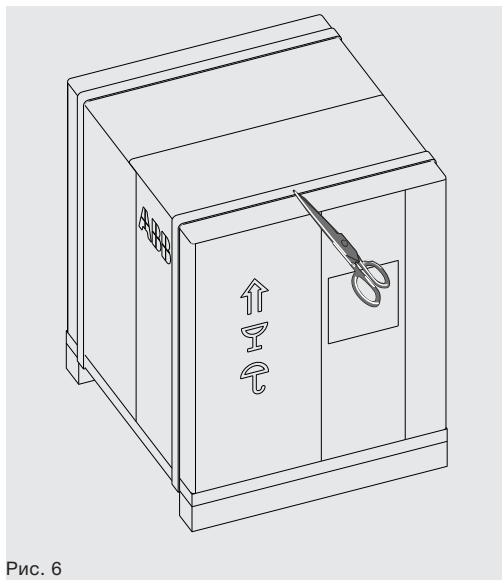
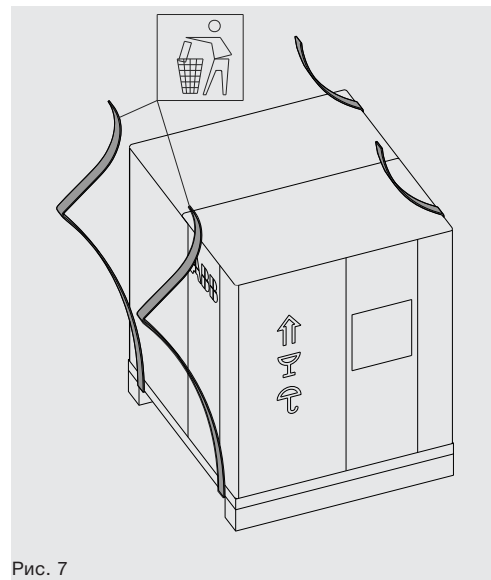

Рис. 6
Рис. 7
1. Разрезать ленту, при помощи которой запечатан упаковочный ящик. См. Рис. 6 и Рис. 7.